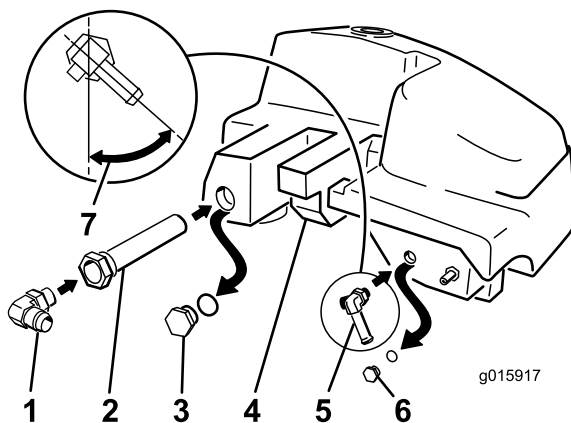

图 9
4. 将带挂钩的小 90 度三通接头安装到小插头拔出的地方 图 9。